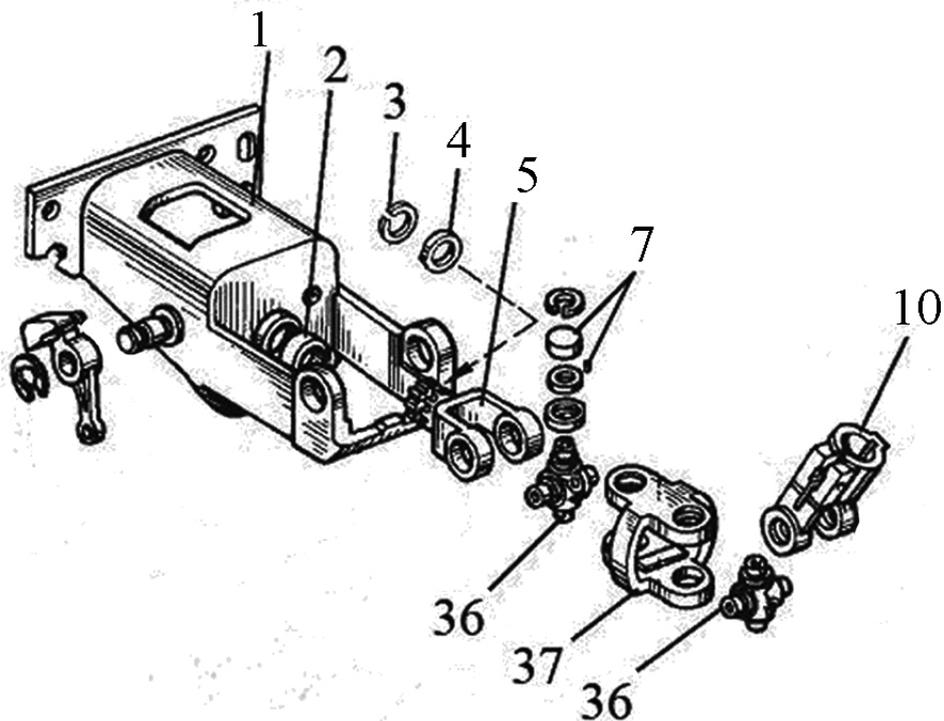

Рисунок 6.10
3) установите втулку (2), (рисунок 6.10), в кронштейн (1);
4) смажьте внутреннюю поверхность втулки (2) смазкой «Литол-24» и вставьте во втулку карданное соединение (5), (7), (10) (36) (37);
5) установите шайбу (4) и зафиксируйте стопорным кольцом (3);